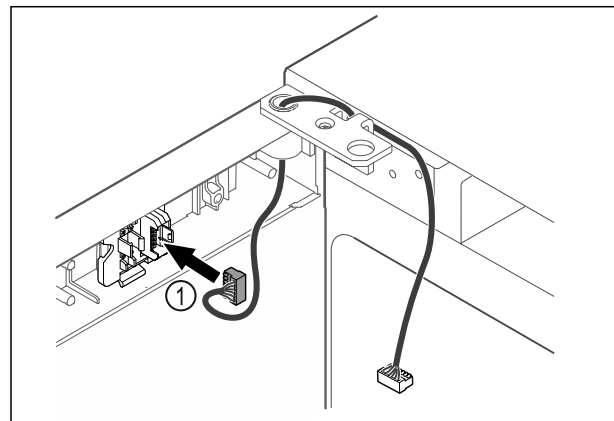

Fig. 42
- ▶ Sätt in kontakten Fig. 42 (1) i kontakthållaren.